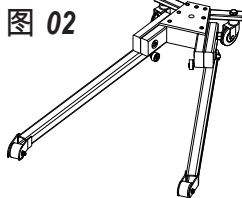

图 02
- 请参见图 02：将垫圈 #2 与张紧的垫圈 #43 和螺栓 #42 一起将柱 #20 固定到底座 #44 上。